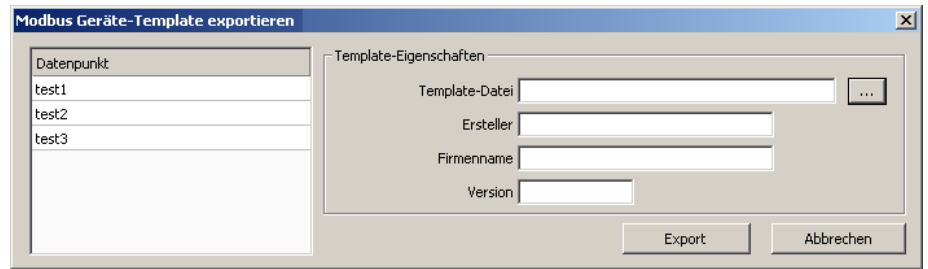

Abbildung 156: Dialog Modbus Geräte-Template Export
- Drücken Sie auf die Schaltfläche **Template exportieren**. Das Dialogfenster zum **Modbus Geräte-Template**, dargestellt in Abbildung 156, öffnet sich. Die Liste auf der
2. Ein Dialogfenster **Export Modbus Device Template** wird geöffnet, wie in Abbildung 156 dargestellt. Verfahren Sie weiter wie oben beschrieben.